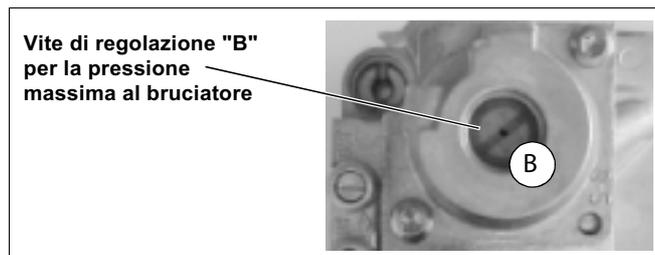
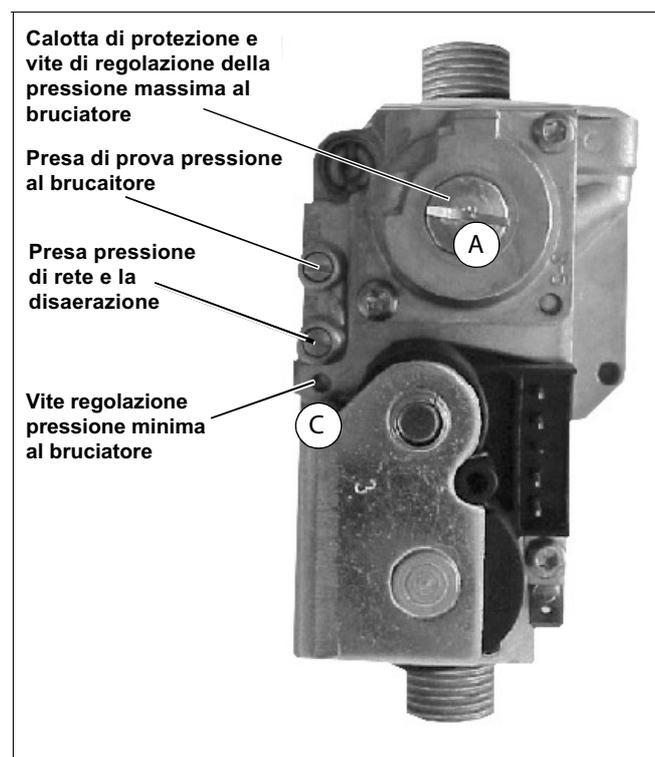

Fig. 55 Regolazione per la pressione massima al bruciatore
Fig. 56 Regolare la pressione al bruciatore
- Rimuovere la calotta di protezione (fig. 56, **pos. A**) procedere alla regolazione della pressione massima al bruciatore (fig. 55, **pos. B**). Ruotare la vite in senso orario per aumentare la pressione e in senso antiorario per diminuirla.
- Mettere fuori servizio la caldaia, rimuovere il manometro ad "U" e serrare ermeticamente la presa di pressione (fig. 56).
- Aprire la presa di pressione al bruciatore (fig. 56) e collegare il manometro ad "U".
Se la correzione non risulta sufficiente, regolare la vite di strozzamento della valvola del gas (fig. 56, **pos. C**)
- Ruotare la vite di regolazione del minimo (fig. 56, **pos. C**) in senso antiorario per alzare la pressione minima e in senso orario per abbassarla.
- Rimuovere la cappetta di protezione della valvola del gas (fig. 56, **pos. A**) e serrare la vite di regolazione (fig. 55, **pos. B**) della pressione massima.
- Fissare nuovamente la cappetta di protezione della valvola del gas (fig. 56, **pos. A**).
- Rimuovere la protezione della valvola del gas (fig. 56, **pos. A**).
- Fissare nuovamente la cappetta di protezione alla valvola del gas (fig. 56, **pos. A**).
Collegare il manometro ad "U" alla presa di pressione al bruciatore della valvola del gas (fig. 56), mettere la caldaia in esercizio riscaldamento e procedere come segue: